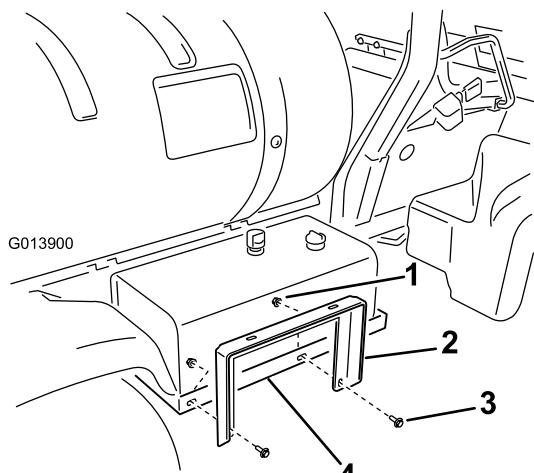

Figura 8
3. Collegate il supporto dell'avvolgitubo alle fascette per avvolgitubo (Figura 8) utilizzando 2 bulloni a testa flangiata (3/8 x 1/ poll.) e 2 dadi flangiati (3/8 poll.).